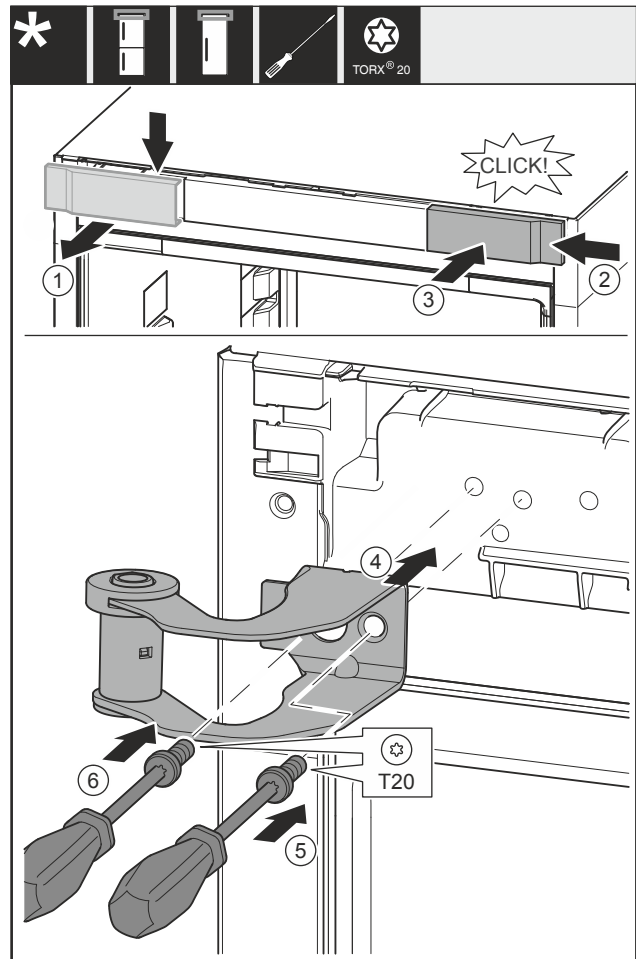

Fig. 14
- ▶ Odeberte kryt Fig. 14 (1) shora dopředu.
- ▶ Kryt Fig. 14 (2) otočený o 180° zavěste na druhé straně zprava.
- ▶ Zaklapněte kryt Fig. 14 (3).
- ▶ Nasadte horní stojan ložiska Fig. 14 (4).
- ▶ Utáhněte šroub Fig. 14 (5).
- ▶ Utáhněte šroub Fig. 14 (6).